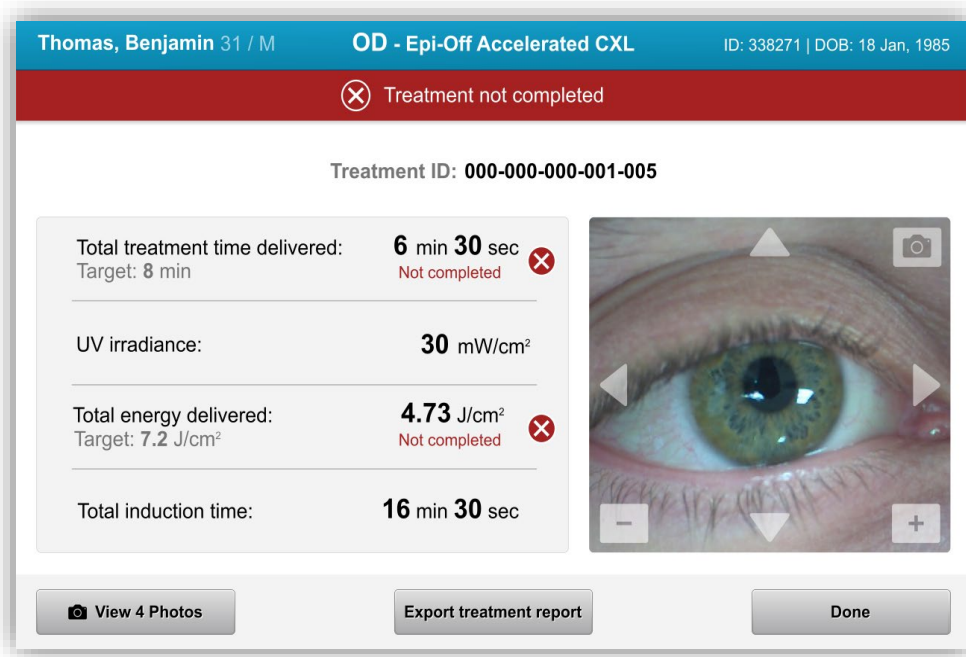

Abbildung 3-31. Teilbehandlung nicht abgeschlossen
- Die Informationen zur Teilbehandlung werden wie in Abbildung 3-31 angezeigt.